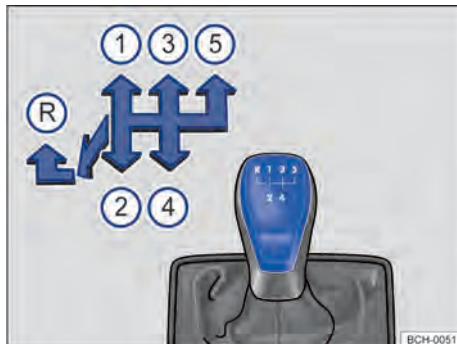

Fig. 85 Esquema de troca de marchas da transmissão manual de 5 marchas.
As posições de cada uma das marchas estão representadas na alavanca de troca de marcha → **Fig. 85**.
- Empurrar a alavanca de troca de marcha totalmente para a esquerda e depois para frente até a posição da marcha a ré → **Fig. 85®**.